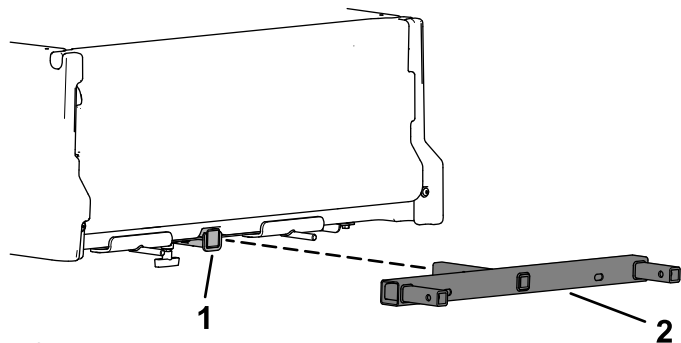

Figure 6
6. Insérez le cadre de support de poubelle dans le tube récepteur de la machine (Figure 6).
Important: Vérifiez que les encoches pour les montants des stabilisateurs sont alignées comme montré à la Figure 6.